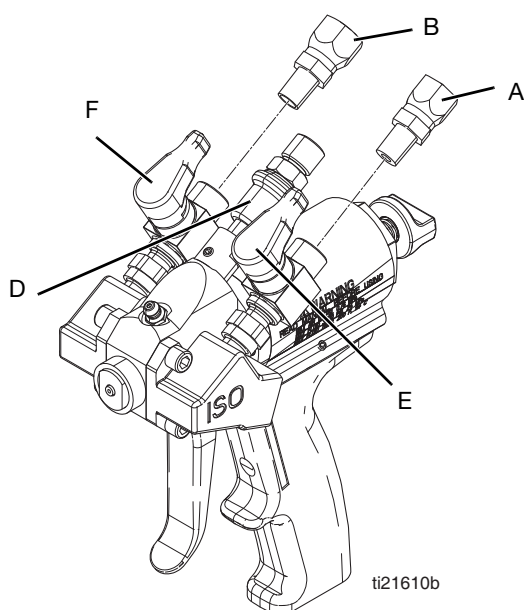

ABB. 4 Ausbau des Drehgelenkfittings
2. Die Anschlüsse der Drehgelenkfittings (A, B) von den Materialabsperrentilen (E,F) an der P2 trennen. Siehe ABB. 4. Die Ventilanschlüsse sind 1/8 Zoll NPT-Innengewinde.
3. Den Luftschlauch vom Versorgungsluftschalter (D) abnehmen. Das Fitting des Versorgungsluftschalters ist ein 1/4 Zoll-NPSM.